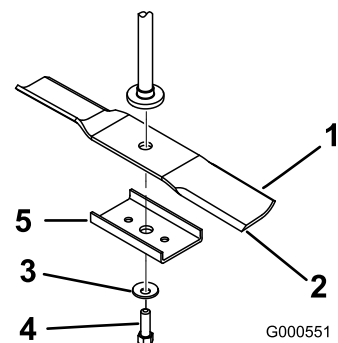

Figura 49
2. Retire del eje el perno de la cuchilla, la arandela curva y la cuchilla (Figura 49).
1. Instale la cuchilla en el eje (Figura 49).
2. Instale la arandela curva (con la copa hacia la cuchilla) y el perno de la cuchilla (Figura 49).